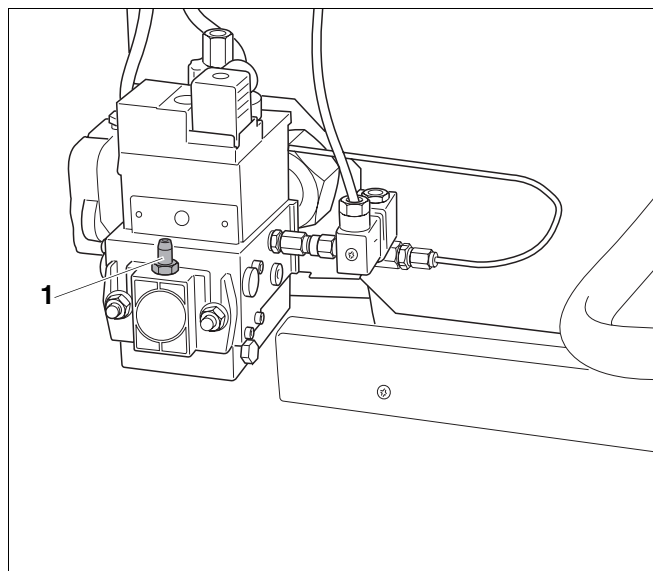

Fig. 9 Misurare la pressione di collegamento del gas
- Allentare di due giri la vite di chiusura del nippel di prova per la pressione di collegamento del gas e lo sfiato (fig. 9, **pos. 1**) sulla valvola del gas.
- Inserire il tubo flessibile di misura del manometro ad U sul nippel di prova (fig. 9, **pos. 1**).
- Avvitare accuratamente la vite di chiusura del nippel di prova per la pressione di collegamento del gas e lo sfiato (fig. 9, **pos. 1**).